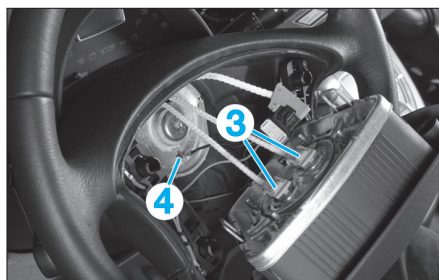

Fig. 2
- Débrancher les connecteurs (3) et le fil de masse (4) (Fig.2).